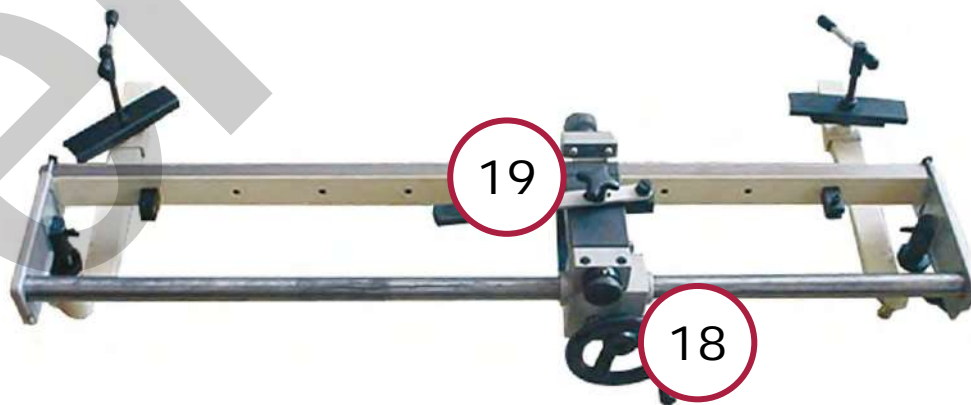

Figura 26 – Copia per tornio da legno.
- *copia per tornio (in Figura 26) utili per il fissaggio dell'utensile;*
La Copia per tornio è un accessorio utile quando occorre realizzare lavorazioni con una buona precisione. Essa viene montata sul bancale del tornio, ed è formata da un assale longitudinale e da un carrello porta-utensile il spostamento sull'asse avviene tramite un volantino (rif. 18 Figura 26) mentre l'avanzamento dell'utensile verso il pezzo avviene tramite al leva [19].